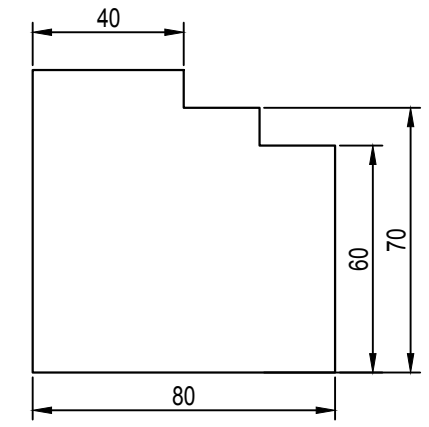

РИС.3 Общий вид шаблона для установки искрового промежутка
3.11 При монтаже линейного разрядника для установки искрового промежутка между электродами применяется шаблон (включен в комплект поставки). Общий вид шаблона приведен ниже (РИС.3).